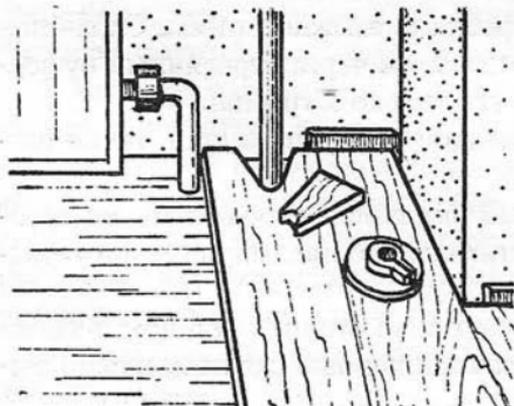

Рис. 44. Настил половиц вокруг труб отопления
11. Для труб отопления или другой арматуры точно замеряют их позиции и переносят на соответствующие половицы. По разметке делают отверстие (на 10 мм больше диаметра стояка). В том случае, когда отверстие приходится не на край половицы, то предварительно делают соответствующий треугольный вырез, а затем отверстие (рис. 44). Установив на место треугольную вставку, ее закрепляют шпонкой в паз (на клей).